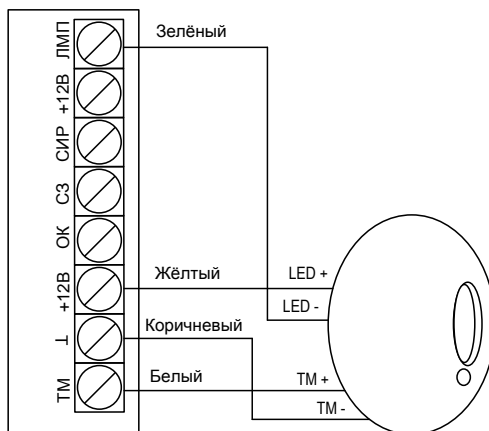

Рисунок 2.1 – Подключение порта ТМ к прибору
3. Подключите порт ТМ к прибору (см. Рисунок 2.1).